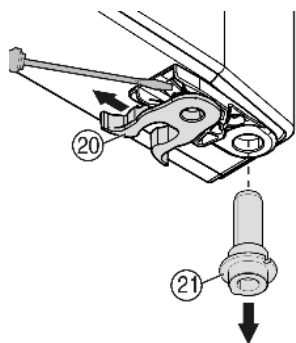

Fig. 9
- ▶ Przenieść zacisk sprężynowy Fig. 9 (20): Zatrzask przycisnąć w dół, przy tym zdjąć zacisk sprężynowy.
- ▶ Trzpień zawiasu Fig. 9 (21) wyjąć z tulei drzwi i razem z podkładką założyć po przeciwnej stronie. Zatrzask musi wskazywać do wewnątrz drzwi, a nacięcia do zewnątrz.
- ▶ Drzwi założyć na dole, a trzpień zawiasu Fig. 9 (21) umieścić w płytce zawiasu. Ew. obrócić trzpień zawiasu tak, by się zablokował.